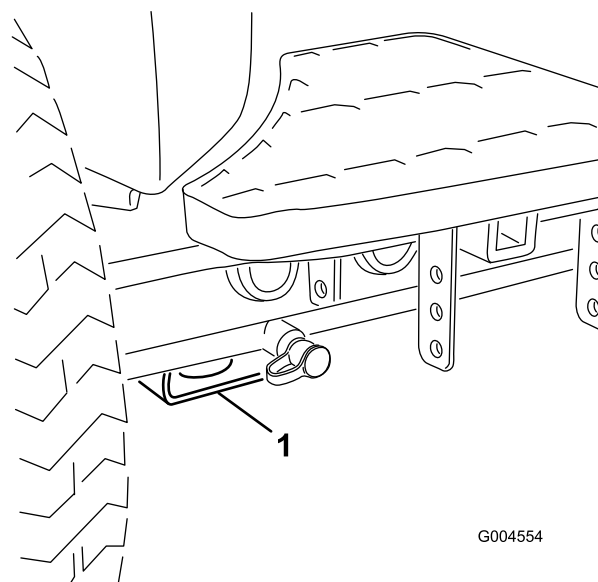

Рисунок 56
- В передней части используйте прямоугольную подкладку под трубой моста внутри каждого переднего колеса (Рисунок 56).